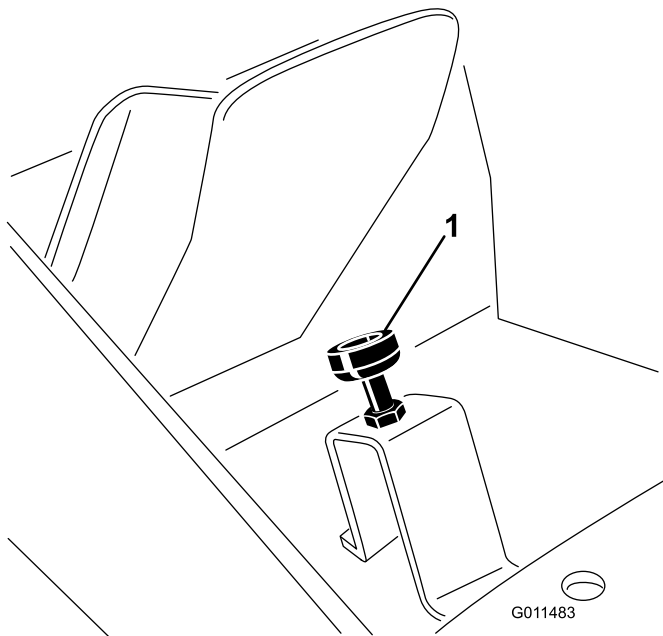

Figura 73
- Pise el pedal de tracción a fondo (Figura 73). Puede ser necesario aflojar las contratueras y bajar el tope para permitir que el pedal llegue al final de su recorrido.
3. Suelte el pedal de tracción y ajuste el tope de media vuelta a una vuelta más hasta que el pedal entre en contacto con el tope justo antes de llegar al final de su recorrido; luego apriete las contratuercas (Figura 73).